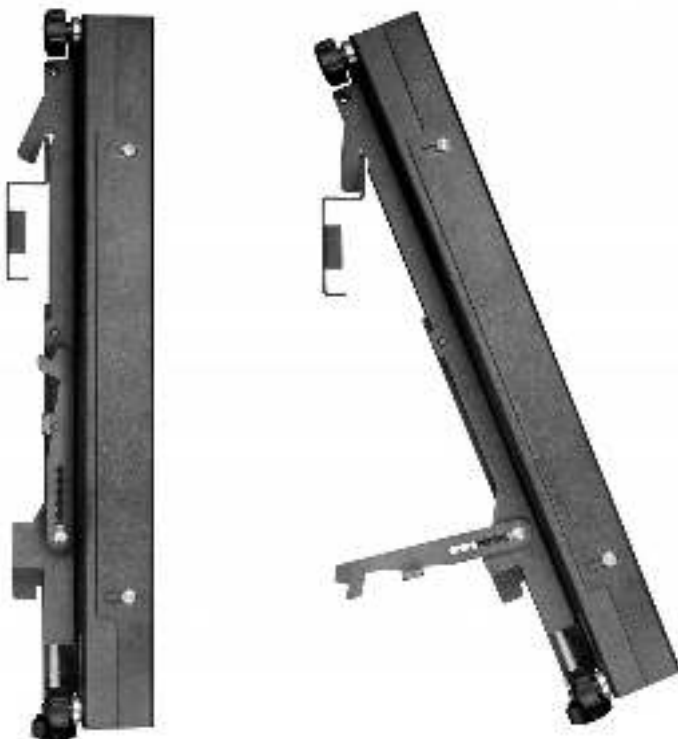

Рис. 3 Кронштейн LB-22WT, положение «для тех. обслуживания»
2. Установите ЖК – панели LD-55213S из типового комплекта VW2255WML на подготовленный ранее кронштейн. Проведите юстировку положения панелей с помощью винтов на кронштейне. Далее переведите положение ЖК-панелей на кронштейне в откидное положение для тех. обслуживания (см. рис. 3)